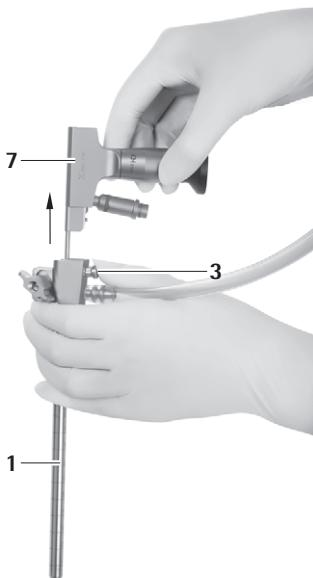

Fig. 11
- Tryk på udløserknappen 3 og træk endoskopet 5 ud af MINOP InVent-trokaren 1, se Fig. 11.